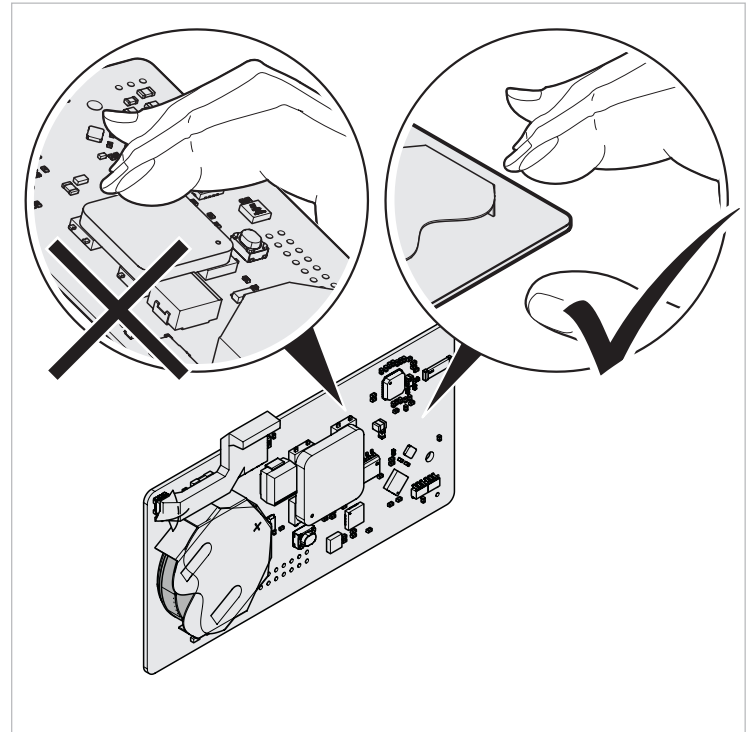
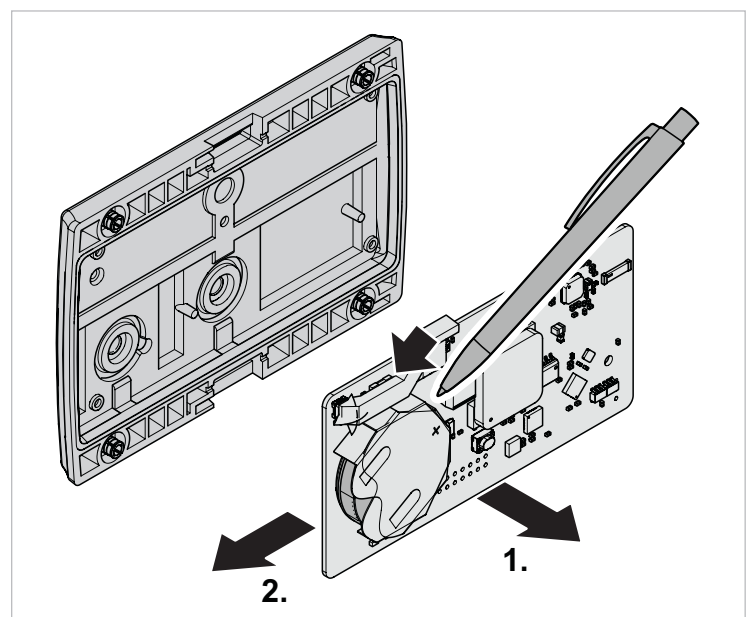

Fig. 14 Leiterplatte an den Kanten anfassen
Fig. 15 Batterie herausnehmen
2. Leiterplatte vorsichtig an den Kanten (Fig. 14) anfassen und herausnehmen (1., Fig. 15).
3. Verbrauchte Batterie herausnehmen. Dazu die Batterie mit einem Stift oder Ähnlichem aus dem Batteriefach herausdrücken (2, Fig. 15).